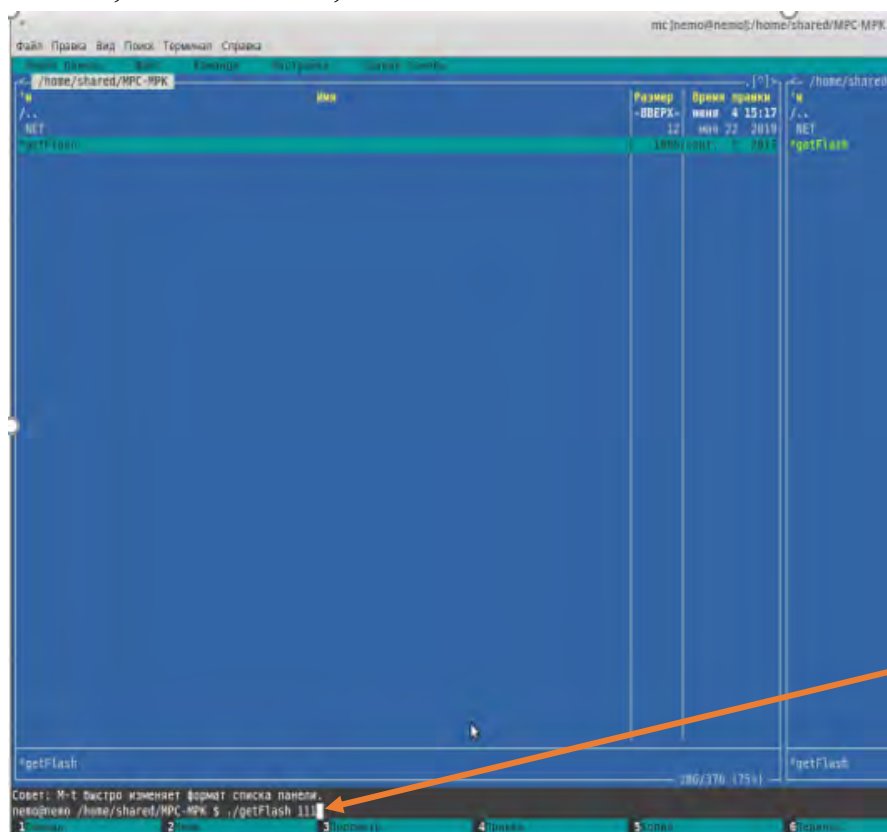

Рисунок 4. Ввод командной строки для КЛЦ 1.
7.1.6. Провести копирование дискового накопителя с КЛЦ 1, для чего ввести в командной строке «./getFlash 111» (Рисунок 4) и нажать клавишу «Enter».